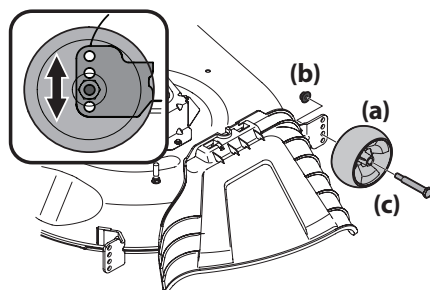

Figure 12
- Retirez les écrous autobloquants (b) et les boulons à épaulement (c) qui fixent la roue au plateau de coupe (a), puis enlevez les roues. Voir Figure 12.